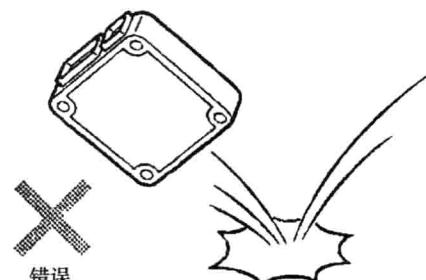

图 1.2.11
- (1) 除非绝对必要，否则不要打开 ECU 的盖子或外壳（如果接触到 IC 端子，IC 有可能会遭到静电的破坏）。
- (2) 为了切断电气连接器，需拔下连接器本身，但不能拔出配线。
- (3) 注意不要掉落电气组件，如传感器或继电器。如果它们掉在坚硬的地面上，则应该更换而不能继续使用它们（见图 1.2.11）。